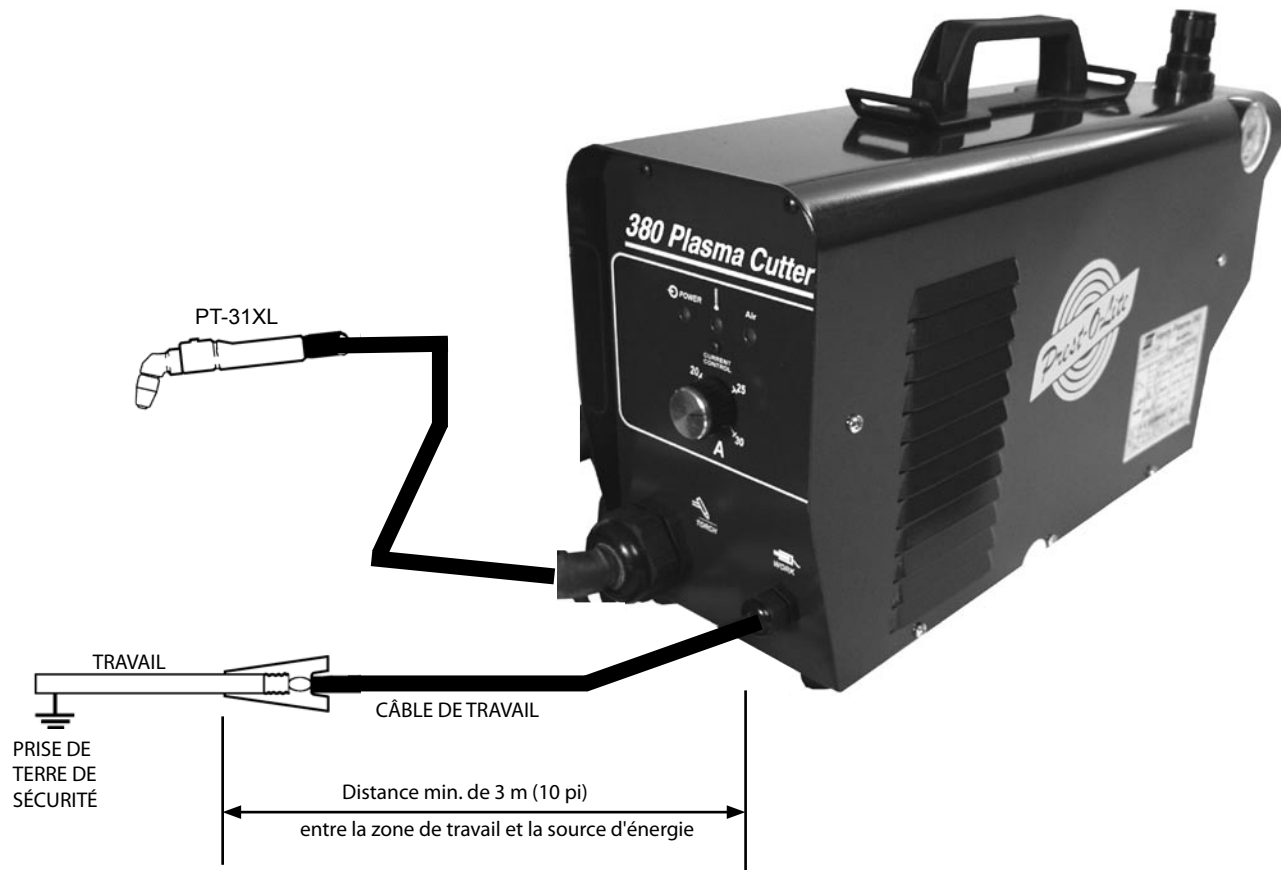

Figure 2-3 Diagramme de raccordements secondaires du Prest-O-Lite® 380 Plasma Cutter
1. Attachez par serrage le câble de masse à la pièce à travailler. Assurez-vous que la pièce est mise à une terre approuvée par le biais d'un câble de masse de taille correcte. Voir les figures 2-3, 2-4 et 2-5.